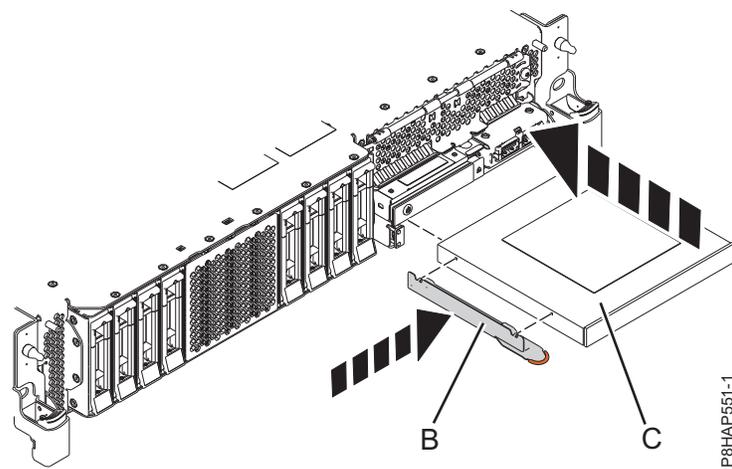
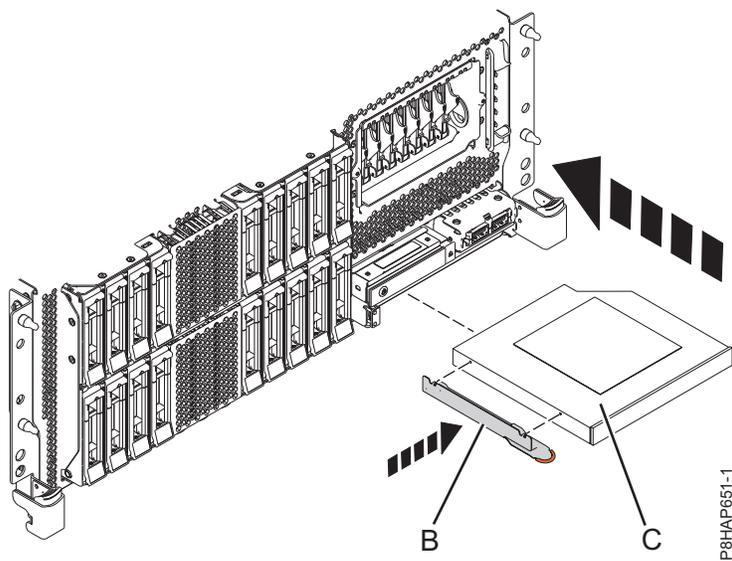
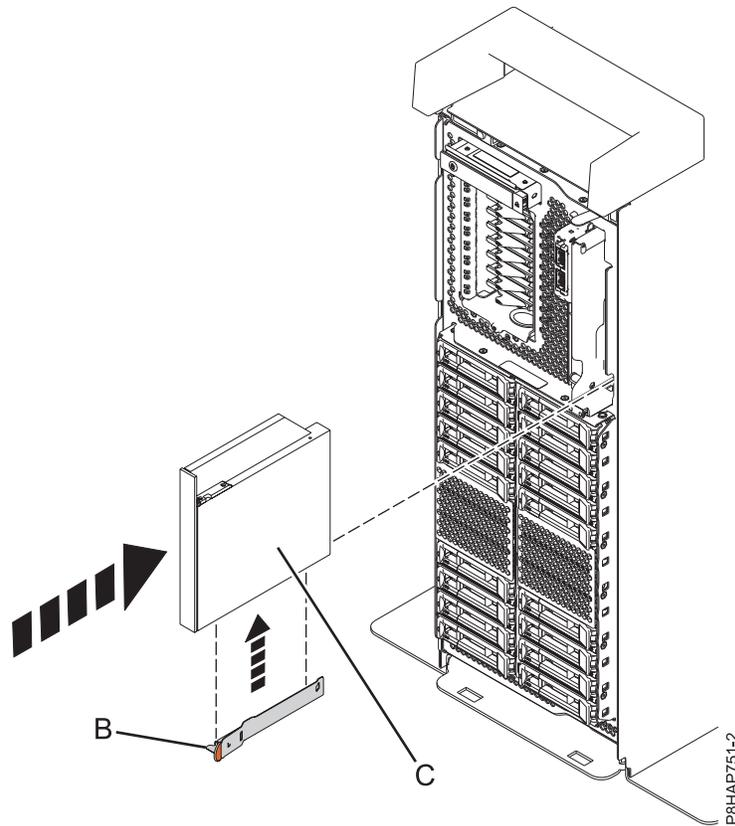

Figura 20. Instalar um Dispositivo de suporte Slimline num sistema 5148-21L, 5148-22L, 8247-21L, 8247-22L, 8284-21A ou 8284-22A
Figura 21. Instalar um Dispositivo de suporte Slimline num sistema montado em bastidor 8247-42L, 8286-41A ou 8286-42A
Figura 22. Instalar um Dispositivo de suporte Slimline num sistema autónomo
4. Anexe o suporte de fixação (**B**) ao novo Dispositivo de suporte Slimline, conforme demonstrado em Figura 20 na página 27 para um sistema 5148-21L, 5148-22L, 8247-21L, 8247-22L, 8284-21A ou 8284-22A, Figura 21 na página 27 para um sistema montado em bastidor 8247-42L, 8286-41A ou 8286-42A ou Figura 22 na página 28 para um sistema autónomo 8286-41A.
Para um sistema 5148-21L, 5148-22L, 8247-21L, 8247-22L, 8284-21A ou 8284-22A, consulte Figura 20 na página 27, para um sistema montado em bastidor 8247-42L, 8286-41A ou 8286-42A, consulte Figura 21 na página 27 ou para um sistema autónomo 8286-41A, consulte Figura 22 na página 28.